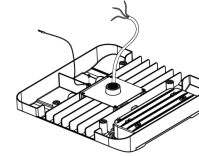

FIGURE 4
- Fixez un côté du fil de sécurité au luminaire et l'autre côté au plafond pour maintenir fermement le luminaire en place pendant l'installation (Fig. 4).